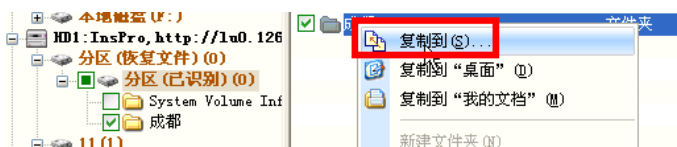

图 5-95 选择“复制到”命令
(15) 搜索完成后，出现搜索到的文件，我们勾选文件，然后单击“复制到”命令，如图 5-95 所示。